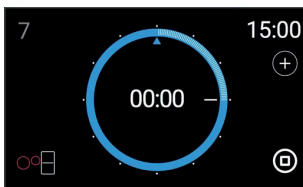

fig. 7
- 1 Efter valg af timertid, trykkes på ikonet (+) (fig. 7) der lyser blåt. Funktionen "Tilføj lydsignal" slukker når fingeren føres fra nederste kant og opad. Der kan tilføjes diverse lydssignaler til samme plade. "Lydsignal" forbliver registreret inde i tidsringen, med en lille blå trekant. Lydssignalerne kan ændres på ethvert tidspunkt.
- 2 For at deaktivere "lydsignaler", bevæges over den blå trekant (fig. 7) til position 00:00 på tidsringen.